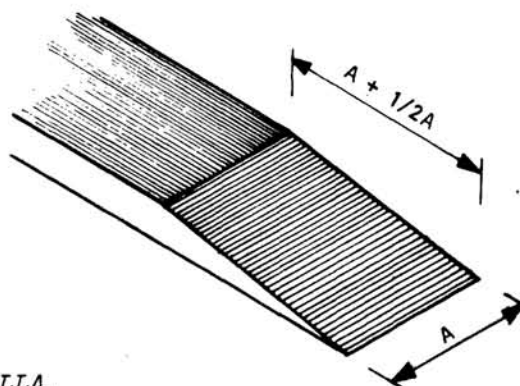

Fig. 4
2o Paso - *Bisele con la cuchilla los extremos de la correa, en una longitud igual a una vez y media el ancho de la correa (fig. 4).*
- 2o Paso - Bisele con la cuchilla los extremos de la correa, en una longitud igual a una vez y media el ancho de la correa (fig. 4).